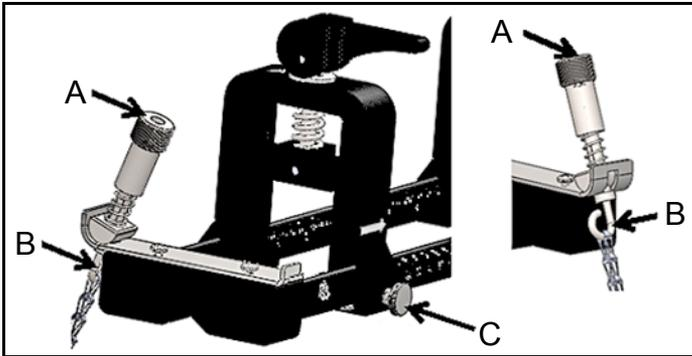

Figure 8 : Configuration préliminaire du support
1. Avant de monter la fixation à pinces, reportez-vous à la *Figure 8* à la page 10 et procédez comme suit :
- Assurez-vous que les vis du mécanisme de chaîne (A) fixées sur les méplats de l'embout sont complètement desserrées.
- Assurez-vous que le dernier lien de la chaîne est fixé dans la fente de la vis du mécanisme de chaîne (B) des deux côtés de l'embout.
- Assurez-vous que la vis à oreilles (C) est serrée sur la pince mobile de telle sorte que rien ne puisse bouger au cours du processus de montage.